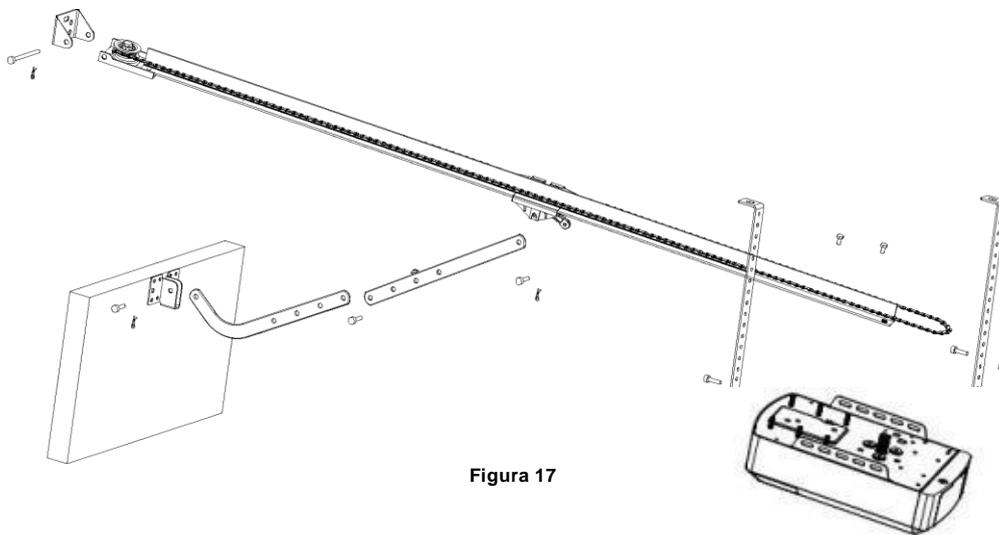
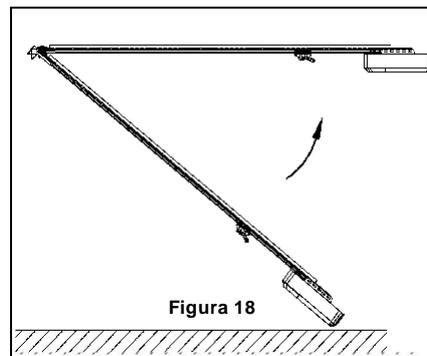

Figura 17
Figura 18
PASO 3 (figura 17, figura 18).
PASO 4 (figura 17, figura 19).